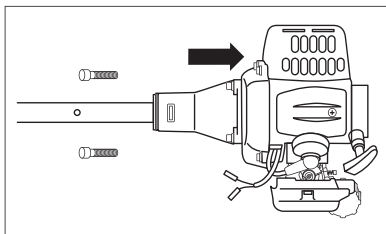

рис. 4
- Установите штангу в сборе на двигатель, используя четыре винта (рис. 4). При этом выходной вал редуктора и бензобак должны располагаться с одной стороны